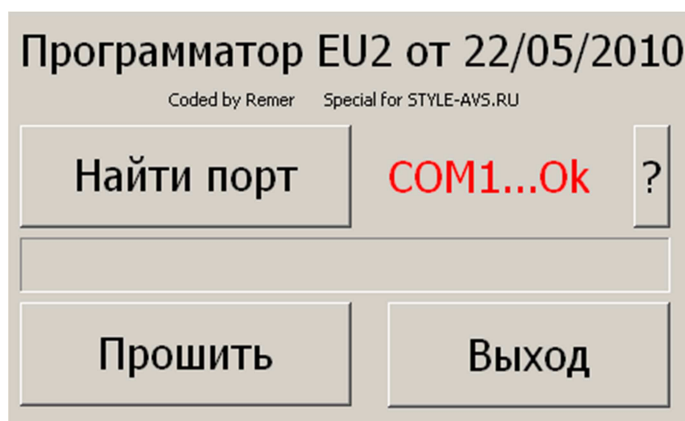

Рис. 2. Окно программатора.
- а) Нажимаем **«Найти порт»** (рис. 2) (если устройство подключено корректно, то активируется кнопка **«Прошить»**);